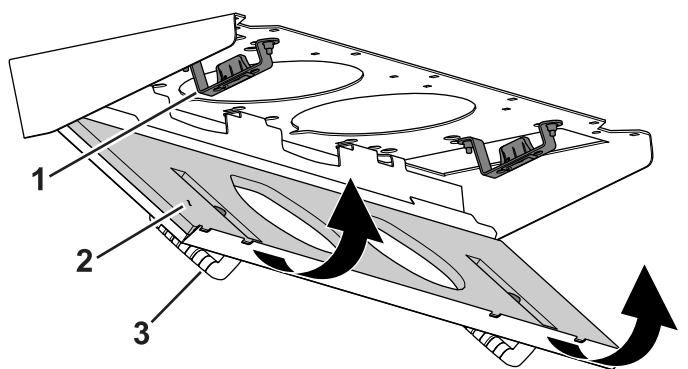

Figure 127
4. Faites pivoter le filtre sur les languettes jusqu'à ce que le verrou s'enclenche dans la fixation (Figure 127).